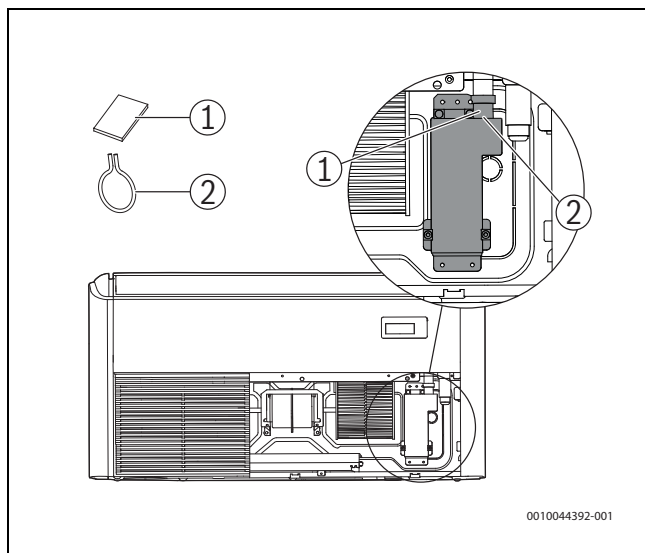

Fig. 37
- ▶ Retirer la mousse (→ fig. 37 [1]) de la sortie d'évacuation des condensats, puis démonter la bride à ressort (→ fig. 37 [2]).
- ▶ Retirer les capuchons des soupapes d'une paire de raccords (→ fig. 37 et 113, [1], [2] et [3]).